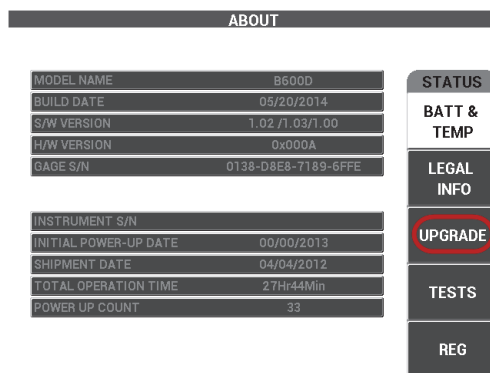

Рис. 6-4 Меню ОБНОВЛЕНИЕ
3. Нажмите клавишу **C** для выбора меню **ОБНОВЛЕНИЕ** (см. Рис. 6-4 на стр. 126).